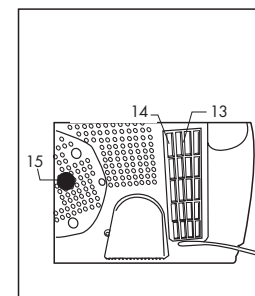

Abb. 16
Periodisch den Saugfilter (14) reinigen; dazu die Abdeckung des Filters (13), Abb. 16, abnehmen, den Filter ausschüttern und unter fließendem Wasser waschen, trocknen lassen und wieder in seinen Sitz legen und die Abdeckung (13) wieder anbringen.